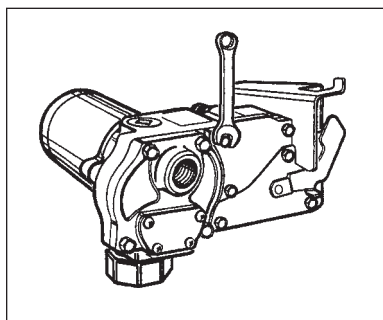

Figura 12
- Quite la tapa del interruptor de la carcasa de la bomba. (Figura 12)